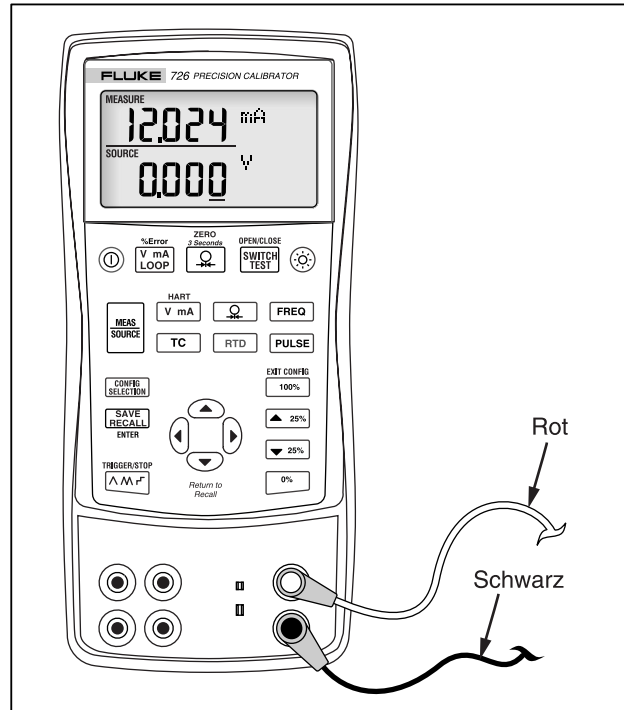

Abbildung 7. Messen von Spannungs- und Stromausgabe
2. Die Leiter gemäß Abbildung 7 anschließen.